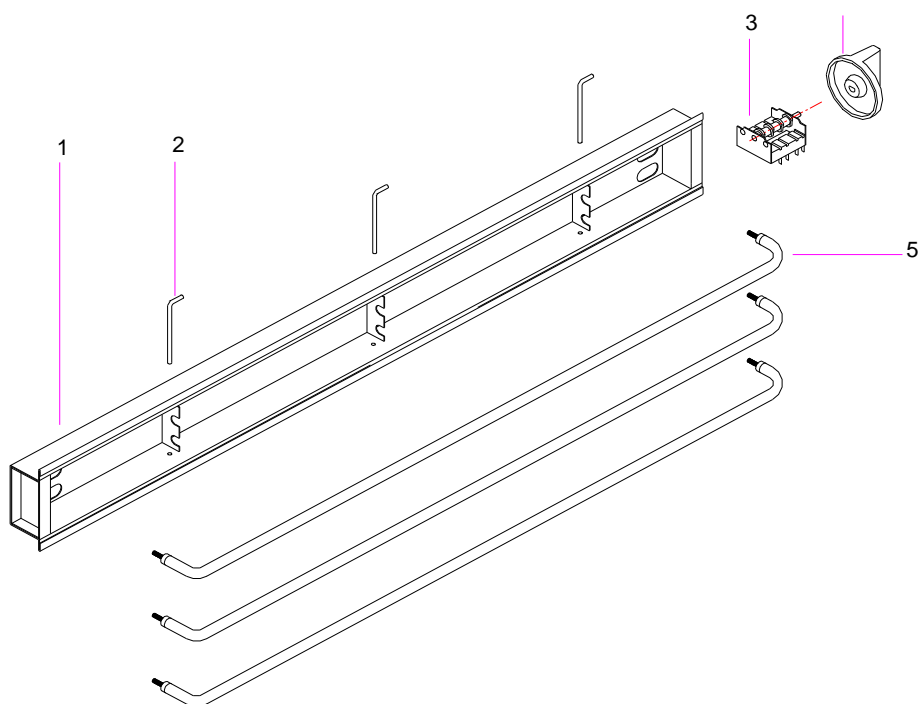

Fig.12
- d) Tirez vers le haut les baguettes (2) Fig. 12 et retirez les résistances (5) en tirant sur elles vers dehors.